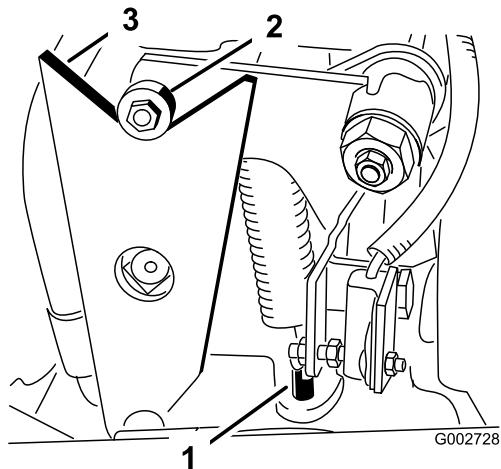

Figura 42
- Se as rodas rodarem na direcção certa, pare o motor e ajuste a mola ajustando o bloqueio do pino (Figura 42). Ajuste a posição neutra de